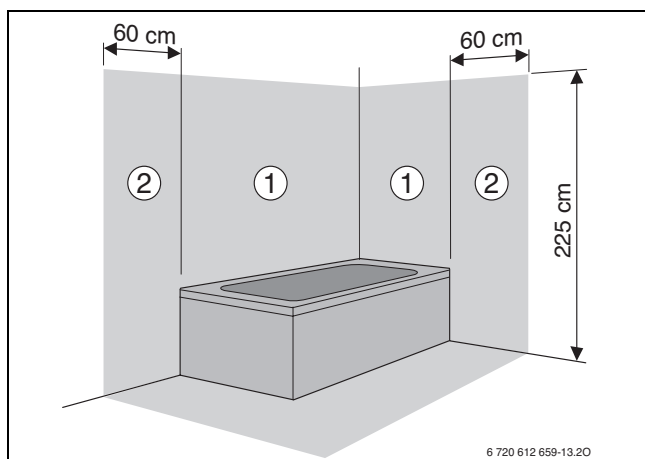

Bild 17
- I skyddsområde 1 och 2 (→ bild 17):